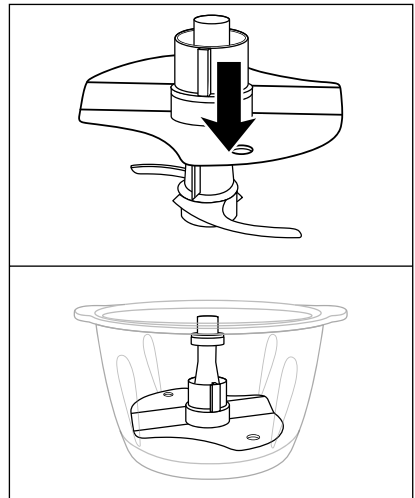

Fig. 1
- Pour fouetter 200 - 400 ml de crème, montez le disque émulsionneur **12** sur le porte-lame **7** de sorte que le disque émulsionneur **12** repose sur les deux parties de la lame **8** et s'encrante (fig. 1) :